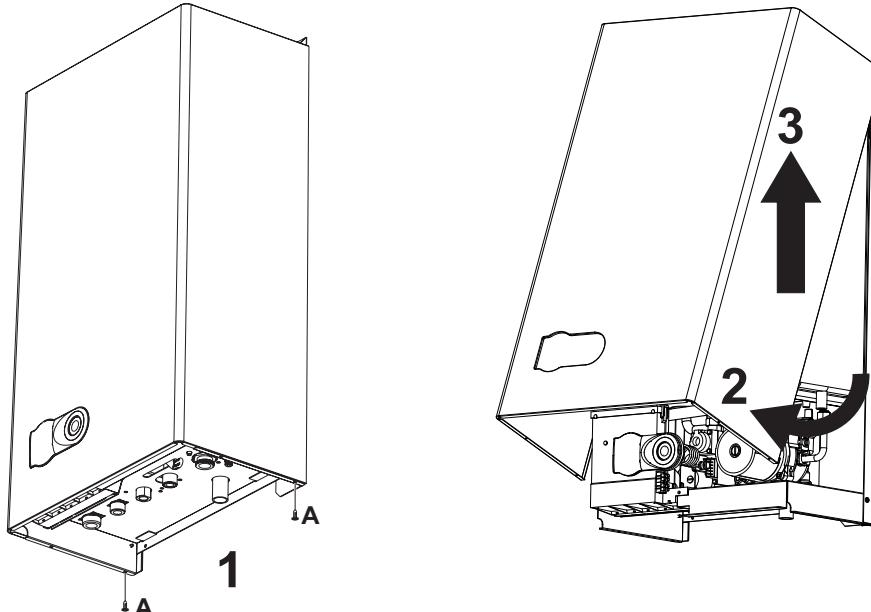

рис. 23 - Снятие кожуха
1. Отвинтите винты "A" (см. рис. 23).
2. Поверните кожух (см. рис. 23).